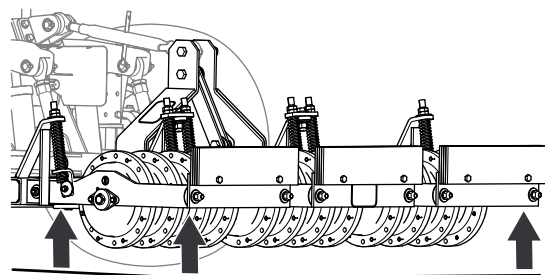

Figura 19
- Regolate gli attacchi dell'attacco a 3 punti in modo che siano pari all'arieggiatore in senso laterale e longitudinale (Figura 19); fate riferimento al manuale dell'operatore del vostro trattorino.